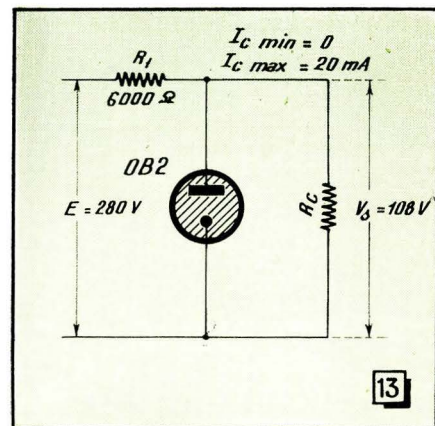

Fig. 13. — Montage stabilisateur à tube OB 2 : le courant d'utilisation varie de 0 à 20 mA.
Adoptons le tube OB 2, ou un tube analogue (fig. 13) dont la tension d'amorçage est $V_a = 132$ V. Tirons d'abord la valeur de R_1 de la relation (14), ce qui nous donne